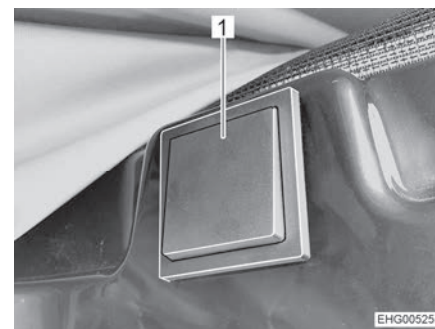

Fig. 58 Touche pour le déverrouillage électrique
La touche de déverrouillage électrique (Fig. 58) est placée du côté droit dans la zone au-dessus de la porte coulissante.
- Appuyer pendant au moins 2 secondes sur la touche (Fig. 58,1).